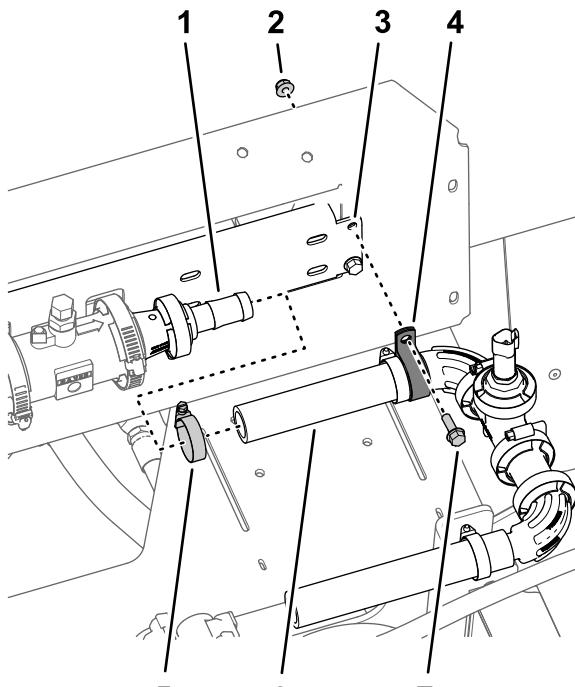

Рисунок 59
1. Наденьте шланг ($1 \times 7\frac{1}{4}$ дюйма), присоединенный датчику давления и коллектору (Рисунок 59), на фланцевый штуцер типа «елочка» (1 дюйм).
2. Наденьте, не затягивая, шланг на штуцер типа «елочка», закрепив шланговым хомутом (Рисунок 59).
R-образного хомута (Рисунок 59), болта с фланцевой головкой ($\frac{1}{4} \times \frac{3}{4}$ дюйма) и фланцевой контргайки ($\frac{1}{4}$ дюйма), снятых при выполнении пункта 5 в разделе Демонтаж клапанов секций стрелы с крепления коллектора (страница 29).